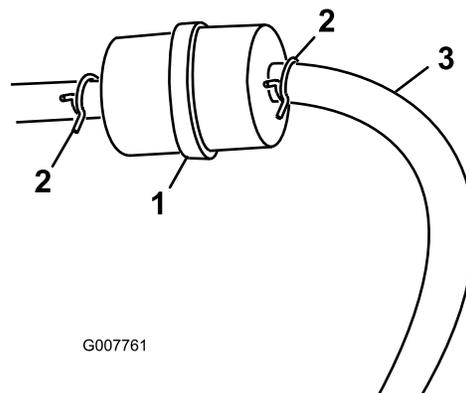

图26
3. 将软管夹的两端挤压到一起将它们滑离滤清器图26。
5. 安装新的滤清器并将软管夹移近滤清器图26。
3. 松开燃油滤芯上的软管夹、沿燃油管向上滑动、使之离开燃油滤芯图26。
4. 从燃油滤芯上断开燃油管图26。
注意 让燃油排入燃油容器或放油盘图26。
5. 将燃油管安装到燃油滤清器上。将软管夹滑近燃油滤清器固定燃油管(图26)。